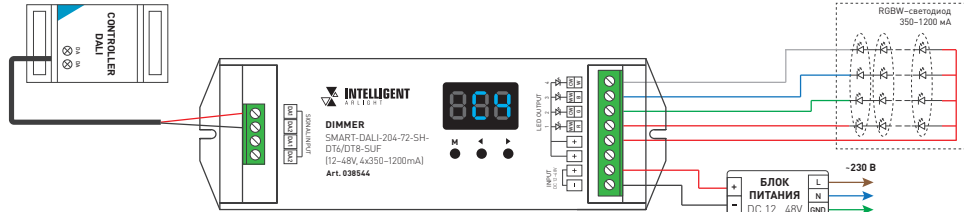

Рис.1. Пример схемы подключения диммера к светильникам (светодиодным модулям)
3. Подключите диммер согласно схеме на рис. 1.